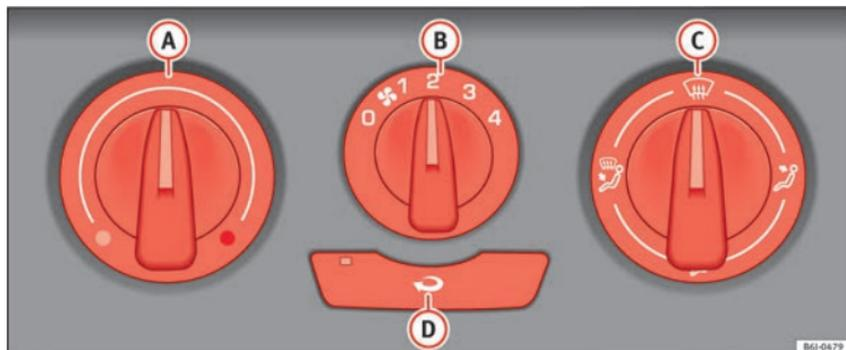

Fig. 125 Sur le tableau de bord : éléments de commande du chauffage
- Les régulateurs **A** et **C** et la commande **B** » fig. 125 permettent de régler la température, la distribution de l'air et la vitesse de la turbine.